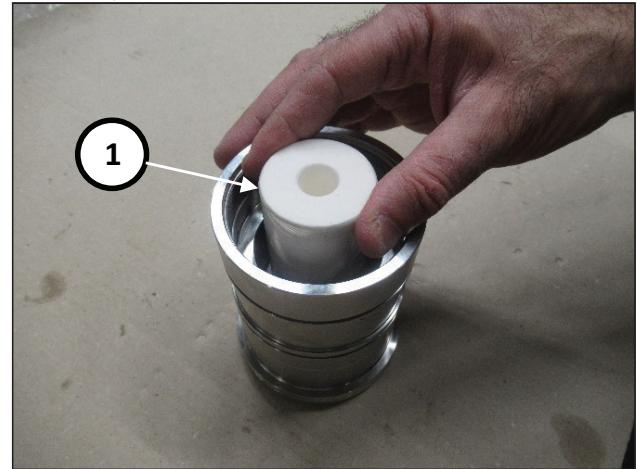

Рис. 175
Расположите рубашку на поверхности вертикально и вставьте поршень (поз. ①, Рис. 175), обращая внимание на правильную ориентацию (большим отверстием вверх).